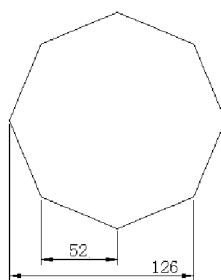

图 3.27 并列标注效果
② 并列(S): (或者单击鼠标右键,从弹出的快捷菜单中选择“并列”命令)以并列的间隔标注作为快速标注的方式。并列标注效果如图 3.27 所示。